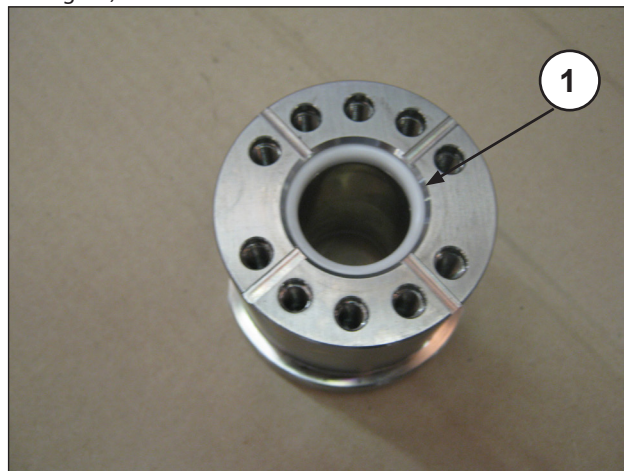

Fig. 55
- Introducir la junta de retención en la camisa (pos. ①, Fig. 55).